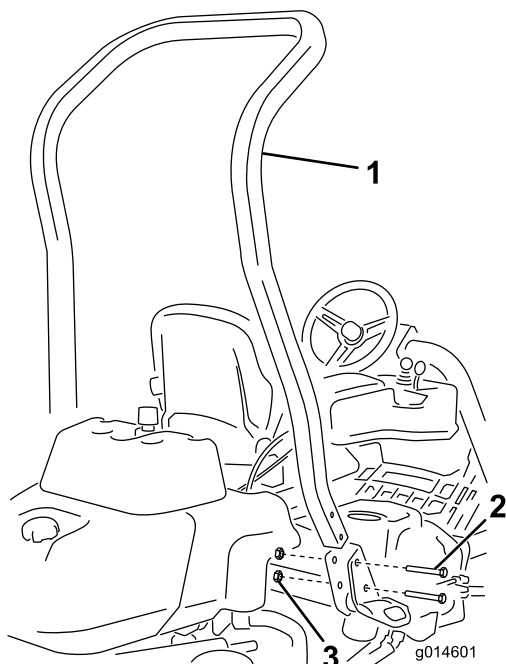

Figura 3
3. Instale a barra nas bolsas de cada lado da máquina, utilizando 4 parafusos ($\frac{1}{2}$ pol. x $3\frac{3}{4}$ ") e quatro porcas flangeadas ($\frac{1}{2}$ pol.) (Figura 3).